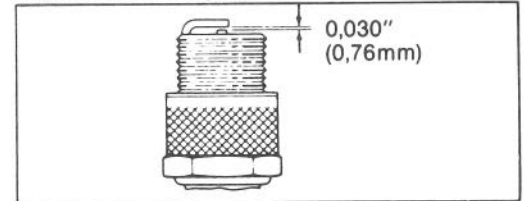

Fig. 13
3. POSE DE LA BOUGIE — Réglez l'écart entre les électrodes à 0,030" (0,76mm) (Fig. 13). Posez la bougie et serrez à 15 ft-lb (20,4 N.m). Si vous n'utilisez pas une clé dynamométrique, serrez la bougie fermement. Poussez ensuite le fil de haute tension sur la bougie.